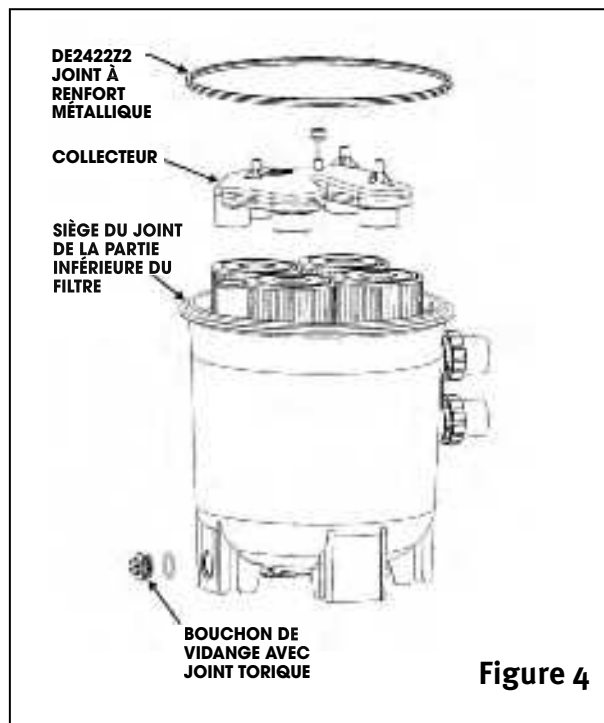
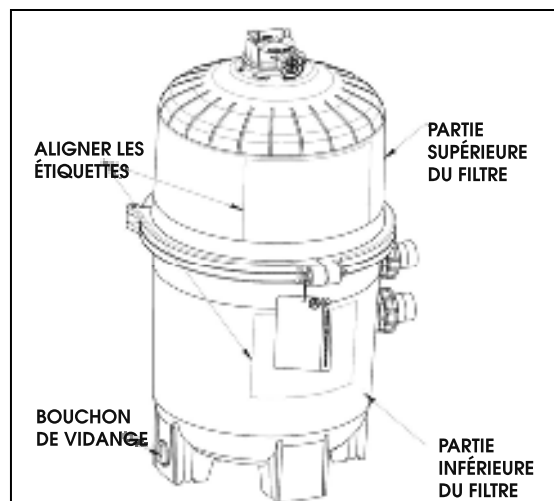

Figure 4
Figure 7
2. Boucher l'orifice de vidange du filtre. REMARQUE : le bouchon du filtre exige l'utilisation d'un joint torique. (Voir la figure 4.)
4. Retirer le bouchon de vidange du filtre (figure 4) et vider l'eau du filtre.
1. Retirer le collecteur supérieur, visible lorsque la partie supérieure du filtre est enlevée. (Voir la figure 4.)
2. À l'aide d'un linge propre, essuyer le siège du joint de la partie inférieure du filtre et nettoyer tous débris ou impuretés présents sur le joint. (Voir la figure 4.) Ne pas utiliser de solvant.
1. Placer le joint à renfort métallique sur la partie inférieure du filtre (figure 4). Placer la partie supérieure du filtre sur le joint à renfort métallique en centrant la partie supérieure sur la partie inférieure et en orientant la partie inférieure de façon à permettre de voir clairement les étiquettes d'utilisation et de sécurité. Appuyer fermement et uniformément sur la partie supérieure pour installer le joint fermement en place. (Voir la figure 7.)
2. Remettre le collier de serrage autour de la partie supérieure et de la partie inférieure du filtre. Positionner le collier de serrage sur les deux parties du filtre en le prenant par ses extrémités, qui doivent être placées adjacentes aux étiquettes d'utilisation et de sécurité apposées sur le filtre. (Voir la figure 7.)